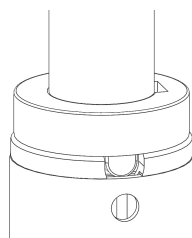

Figure 29 – Verrouillage du porte-bouteille à oxygène
2. Tourner et verrouiller le porte-bouteille à oxygène dans la gaine pour accessoires (Figure 29).